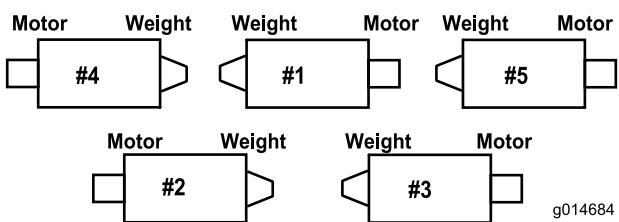

**Figure 5**
- C. Montez le boulon du tube de ressort sur la patte opposée du bâti porteur et fixez-le en position avec l'écrou à embase. La tête du boulon doit être à l'extérieur de la patte, comme montré à la Figure 5.
- D. Montez le support de tige sur les pattes du plateau de coupe à l'aide des boulons de carrosserie et des écrous (Figure 5).